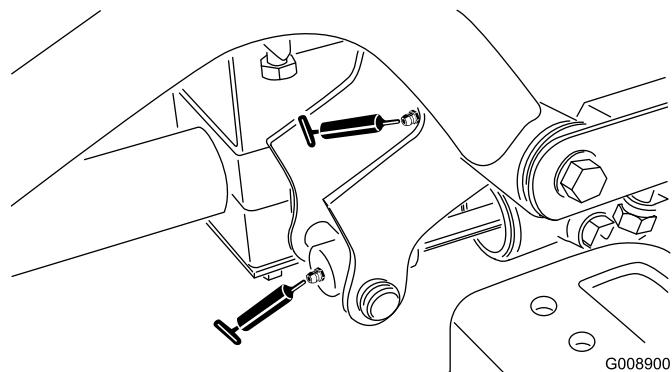

Figura 53
- Perno del braccio di sollevamento destro anteriore e cilindro di sollevamento (2) (Figura 53)